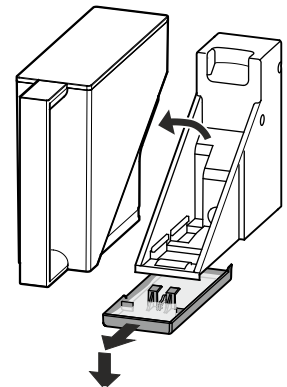

Figure 26
- Vider le bac collecteur d'eau : retirer le réservoir d'eau. Désenclencher le bac en le tirant doucement vers l'avant, puis le sortir en le tirant vers le bas **Figure 26**.